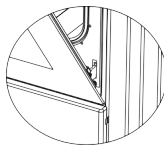

Figura 3.1
5. Levante a porta de modo a que esta esteja em contacto com o trinco da dobradiça, tal como indicado na figura 3.1.